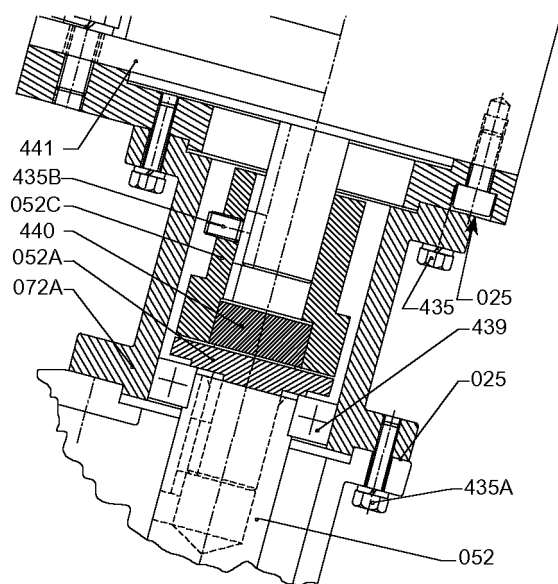

Fig.28 MAXROY B axelmontage
3.8.1 Borttagning av den flexibla kopplingen mellan motor och drev (Fig.28 / 29)